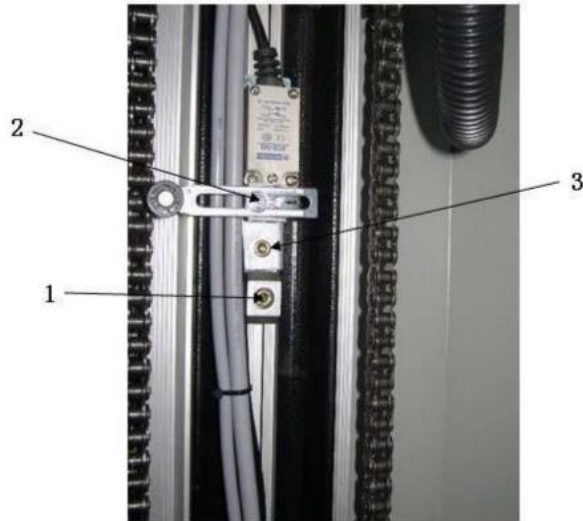

图3-2
- 拧下螺母(图3-2位置3)；
- 螺母(图3-2位置2)能左右调节开关的触点；
- 螺母(图3-2位置1)为限位块螺母，方便更换开关时的定位。